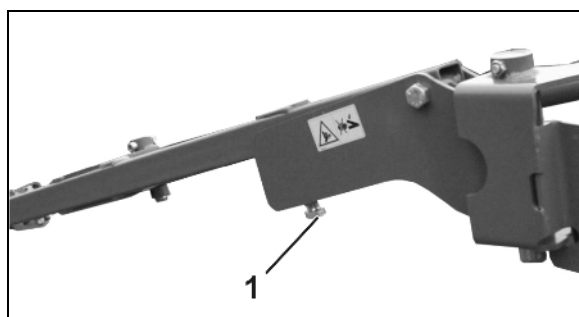

Рис. 104
1. Открутите оба болта (Рис. 104/1).